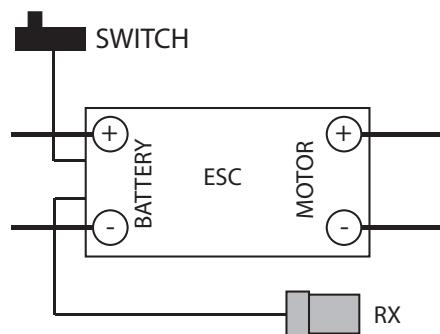

Fig. 2
3. Sluit de motor, accu en ontvanger aan zoals getoond in Fig. 2. BELANGRIJK: Controleer de polariteit alvorens het geheel aan te sluiten.
3. Branchez le moteur, l'accu et le récepteur comme indiqué à la Fig. 2. IMPORTANT: Respectez les polarités pour le branchement de l'accu au variateur.
3. Connect the motor, battery, and receiver as shown in Fig. 2. IMPORTANT: Make sure the polarities match before connecting the battery and the motor.